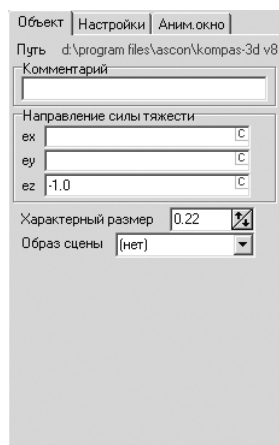

Рис. 1.81. Окно **Инспектор** с раскрытыми вкладками: **Объект**; **Настройка** и **Аним. окно** в режиме корректировки объекта
- щелкните в режиме корректировки в окне **Список элементов** по пункту **Объект**. Объект выделится, и появится окно **Инспектор** с тремя вкладками. Пример такого состояния окна **Инспектор** показан на рис. 1.81;